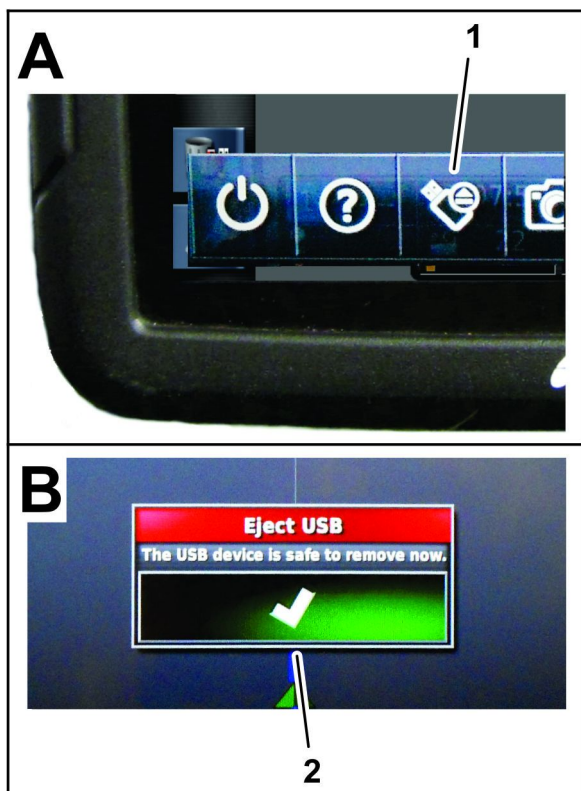

Figura 90
8. Deslize o ecrã para aceder à barra do menu flutuante (Figura 90).
9. Carregue no ícone de Ejeção de USB (Figura 90).
10. Na caixa de diálogo de ejeção de USB, pressione o ícone de Confirmar e remova o dispositivo de armazenamento USB do monitor (Figura 90).